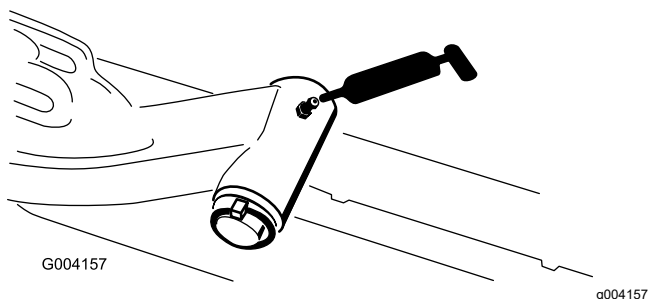

Bild 67
- Hubarmgelenkwelle (1)—Bild 67